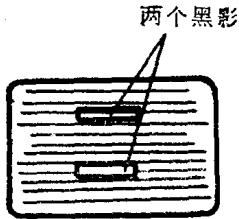

图 1-2
**例2 故障现象：**一台飞跃44D2-2型17英寸黑白电视机，通电开机后屏幕上出现了如上页图1-2所示的两个黑影，并从上至下反复慢慢滚动。